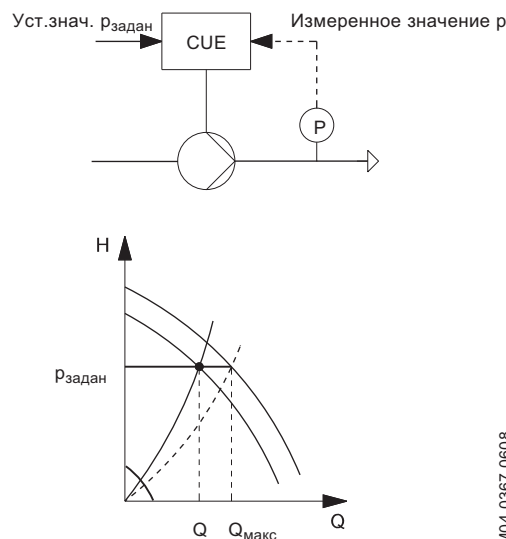

Рис. 80 Управление по постоянному давлению
ПИ-регулятор сравнивает требуемое установленное значение ($P_{\text{задан}}$) с фактическим значением (p), измеренным датчиком (P) (см. рис. 80).